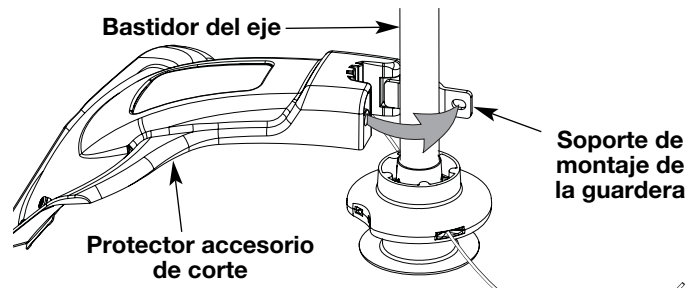

Fig. 4
1. Coloque el protector del accesorio de corte en el bastidor del eje. Cerciórese de que el soporte de montaje de la guardera se deslice en la ranura situada en el borde del protector de corte. Gire el protector en sentido antihorario hasta que quede en su lugar (Fig. 4). Los orificios en el soporte de montaje de la guardera y el protector del accesorio de corte se alinearán.